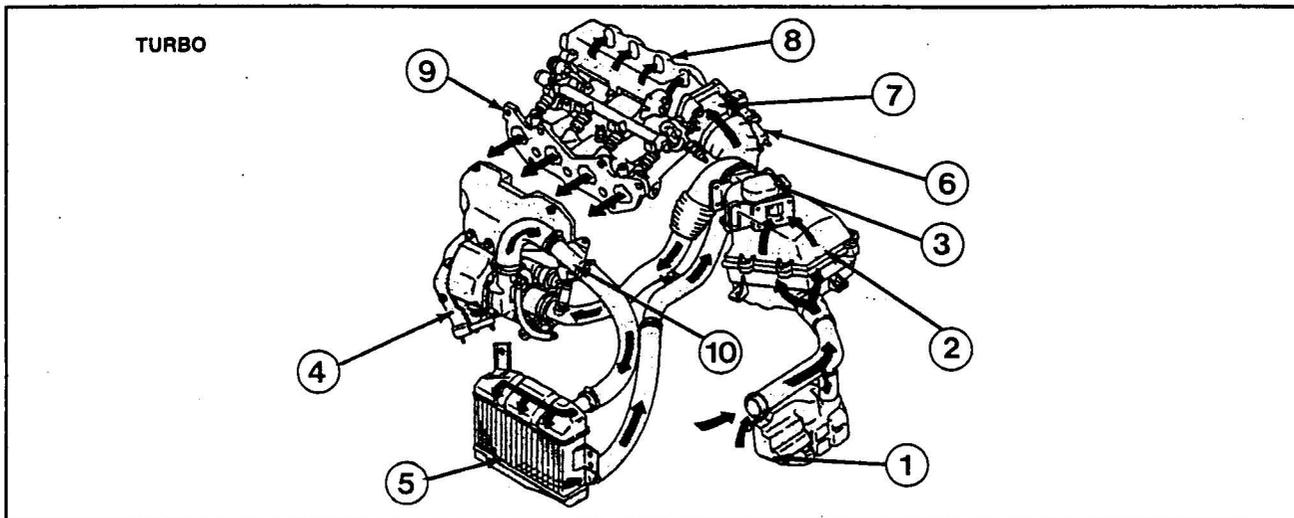

Bild 29/1 Luftansaugsystem
- Bild 29/1 zeigt das komplette Luftansaugsystem. Die Pfeile geben die Strömungsrichtung der angesaugten Luft an.